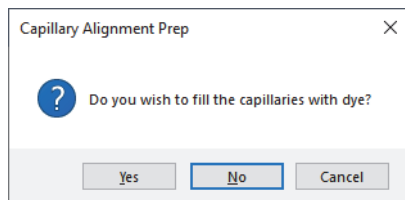

图 28 毛细管校准准备 (Capillary Alignment Prep) 窗口
从实用工具 (Utilities) 菜单中选择毛细管校准 (Capillary alignment) 时，将打开**毛细管校准准备** (Capillary Alignment Prep) 窗口，提示用户选择是否用染料填充毛细管。此消息是 QC 过程的遗留信息，与客户校准方法无关。（图 28）。
- 1 在 *毛细管校准准备* (Capillary Alignment Prep) 窗口中选择 **否** (No)（参见图 28）